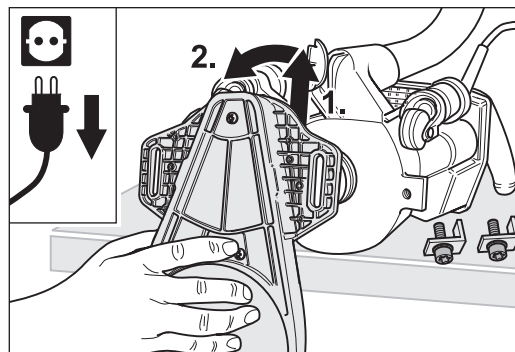

Bild 35 Ta av tillsatsen från maskinen.
- 7 Ta av tillsatsen från maskinen (bild 35) och lägg bort tillsatsen med slipskivan uppåt.